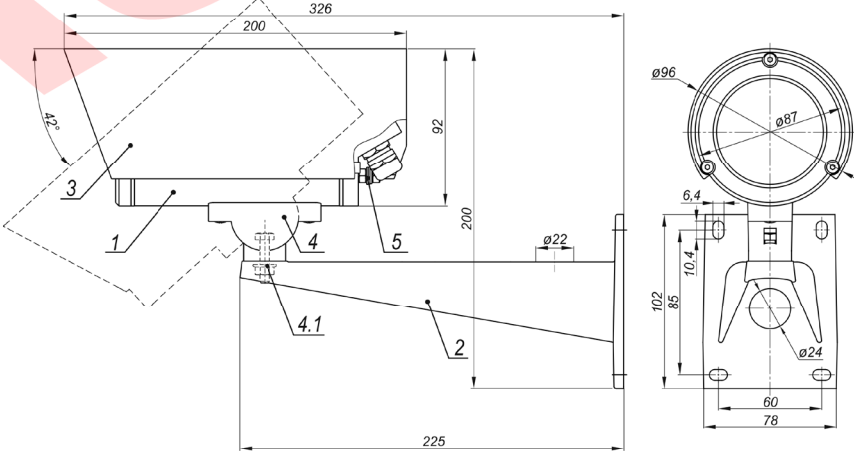

Рис.1 Состав изделия. Габаритные и установочные размеры
7. Ослабив гайку болта фиксации шарнира (поз.4.1 рис.1), установить видеокамеру на нужное направление обзора, после чего надёжно зафиксировать шарнир, затянув гайку.
- 8.Заземлить видеокамеру с помощью болта заземления (поз.5 рис.1).
1. Установить кронштейн (поз.2 рис.1) на штатное место, закрепить на нём термокожух с видеокамерой (поз.1 рис.1).